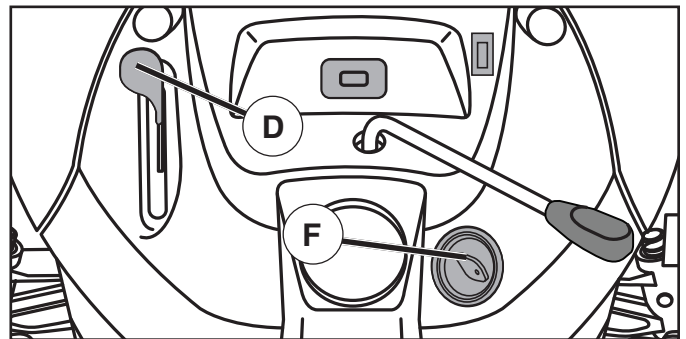

Fig. 6
- Mueva el control de la aceleración (D) a la posición de lento. **AVISO:** Si no se mueve el control de la aceleración a la posición de lento y se permite que el motor ande en vacío antes de pararlo puede producir la contraexplosión del motor.
- Gire la llave de ignición (F) a la posición de apagado "STOP" y remueva la llave al abandonar el tractor para evitar el uso no autorizado.
### PARA USAR EL CONTROL DE LA ACELERACIÓN (D) (VEA FIG. 6)